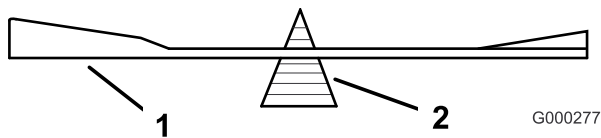

Figure 82
2. Vérifiez l'équilibre de la lame en la plaçant sur un équilibreur (Figure 82). Si la lame reste horizontale, elle est équilibrée et peut être utilisée. Si la lame est